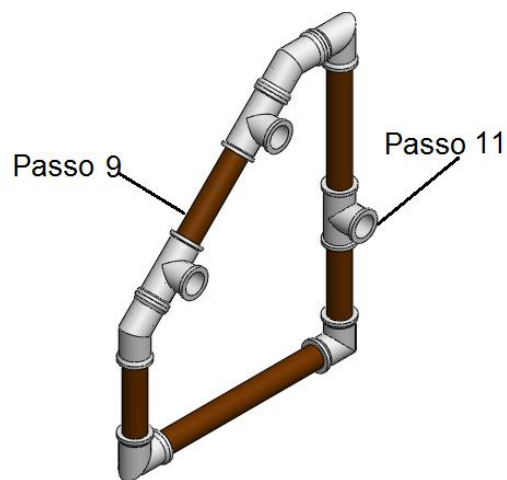

Figura 15. Passo 12 - Esquema de Montagem
-Passo 12: Junte os dois conjuntos do passo 9 aos dois conjuntos formados no passo 11, como mostrado na figura 15 (2 unidades);